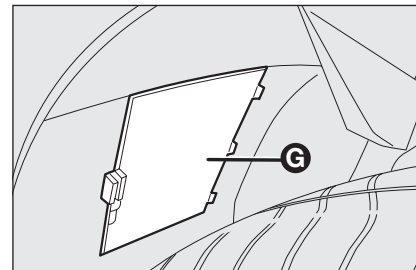

fig. 13
- rode a direcção de modo a virar a roda para fora, expondo a tampa **G-fig. 13**, abra-a e desaperte o dispositivo de fixação;